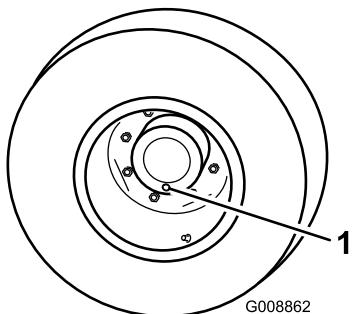

Figure 42
- Placez la machine sur une surface plane et horizontale et tournez la roue de sorte que le bouchon de contrôle/vidange (Figure 42) se trouve à 6.00 heures.